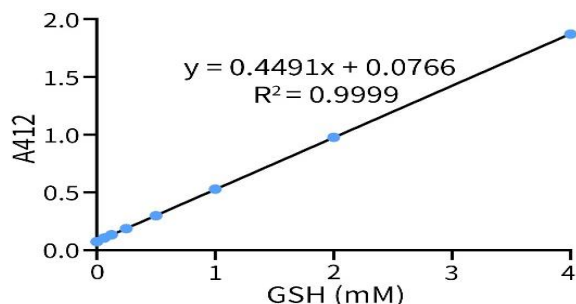

图 2: 默科蛋白质半胱氨酸检测试剂盒(DTNB 法)用于 GSH 标准曲线的检测效果图。实测数据会因实验条件、检测仪器等的不同而存在差异,图中数据仅供参考。
本试剂盒提供了检测所需的 DTNB 和 Assay Buffer,同时还提供 GSH 作为标准品或阳性对照(Positive control)。本试剂盒检测 GSH 标准曲线的效果如图 2 所示。最低检测限约为 10 μ M。用于 96 孔板检测时,本试剂盒小包装的可以进行 100-200 次检测,中包装可以进行 500-1000 次检测。
(7) 计算示例: 初始样品的蛋白浓度 $C_{\text{Protein-1}}$ 为 1.6 mg/mL, 步骤 3 样品处理后的样品的蛋白浓度 $C_{\text{Protein-2}}$ 经测定为 1mg/mL, 未经稀释, 反应步骤 3(3)中的孵育时间为 15 分钟, 参考样品测定步骤进行测定。如果测出的 $A_{\text{Sample}} = 0.5$, $A_{\text{Blank}} = 0.126$, 则 $A_{\text{Sample}} = 0.374$, 根据图 2 拟合的标准曲线公式: $y = 0.4491x + 0.0766$, 计算出 $B = 0.6622\text{mM}$, 则样品中蛋白质半胱氨酸浓度 $C (\mu\text{mol/mg}) = 0.6622/1 = 0.6622\mu\text{mol/mg}$, 样品中半胱氨酸浓度 $C (\text{mM}) = 0.6622 \times (1.6/1) = 1.06\text{mM}$ 。